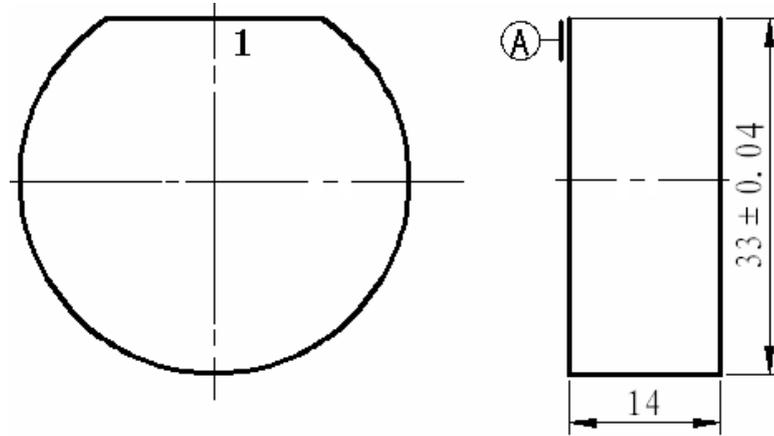

图 1-3 加工 1 面
- (1) 毛坯外形尺寸符合要求  $36 \times 14\text{mm}$  ，先修整 A 面作为基准面，再加工平行面，使尺寸达到图纸要求。
- (2) 面 1 是加工其它小面的第一个基准面，精度要求比较高。（如图 1-3 所示）
(1)根据六角螺母的毛坯料外形尺寸是 36mm,由于六角螺母是具有对称性,先加工面 1,单边粗锉加工 3mm(如图 1-3 所示),以刀口角尺控制平面度和垂直度,并且用游标卡尺测量控制尺寸  $33 \pm 0.04\text{mm}$ 。